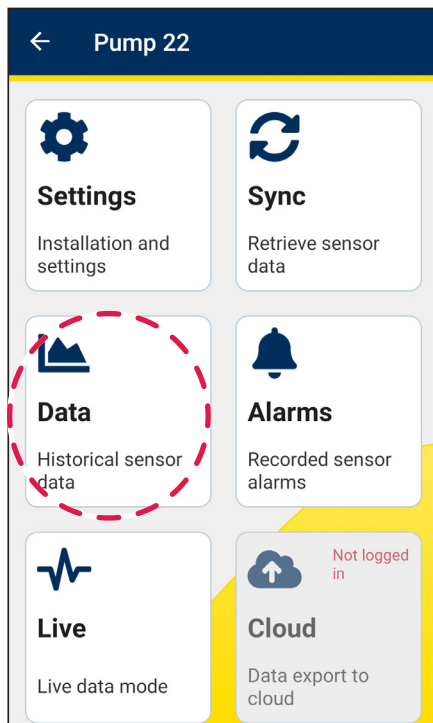

Abbildung 16
2. Wählen Sie **Daten** aus (siehe Abbildung 16).